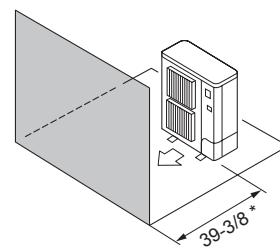

Fig. 2-9
- ④ Obstáculos en la parte delantera (Fig. 2-9)